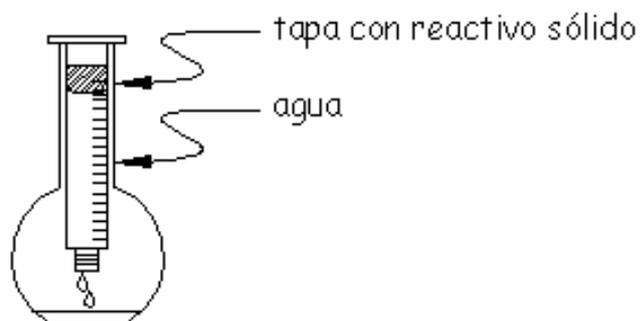

Figura 5
7. Deja escapar el agua, retirando el dedo para que el reactivo sólido baje hasta el fondo de la jeringa. Ten cuidado de no derramar el contenido de la tapa con el reactivo. LA JERINGA DEBE MANTENERSE EN TODO MOMENTO EN POSICIÓN VERTICAL (Figura 5).